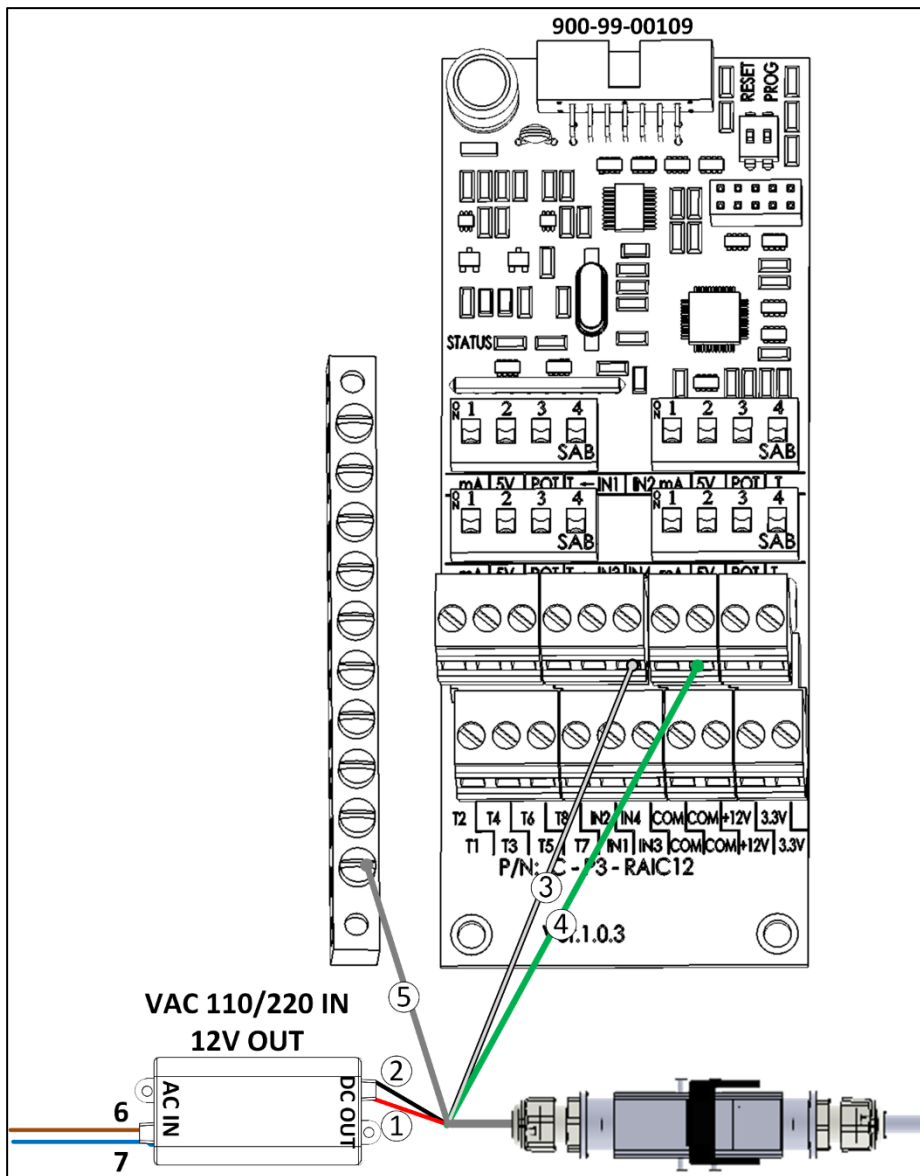

图 11: Platinum Pro 电源供应布线
1. 如指示图 11 中，连接传感器的另一端至电源供应和Platinum Pro版模拟输入卡。